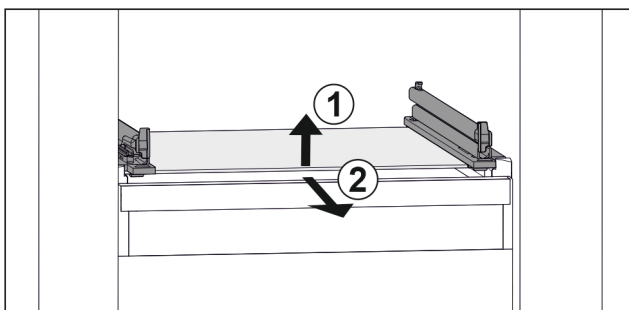

Fig. 51 Rappresentazione esemplificativa del ripiano in vetro
- ▶ Sollevare il ripiano in vetro dal davanti. Fig. 51 (1)
- ▶ Rimuovere il ripiano in vetro tirando in avanti. Fig. 51 (2)